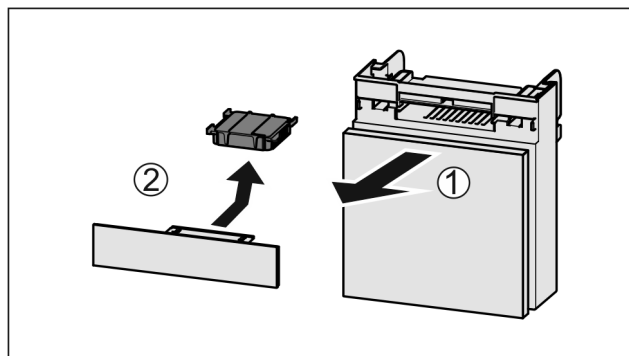

Fig. 57
- ▶ Издърпайте Fig. 57 (1) напред отделението.
- ▶ Извадете Fig. 57 (2) филтъра с активен въглен.